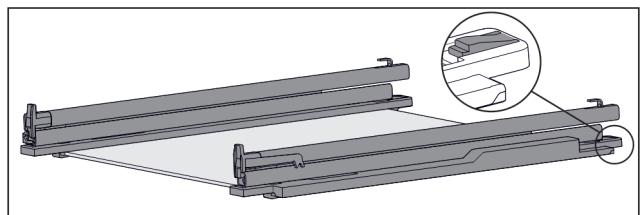

Fig. 105 Glassplate med skinner og holdedeler
- ▶ Trykk holdedel bak nedover (se Fig. 105) og skyv samtidig skinnen bakover.